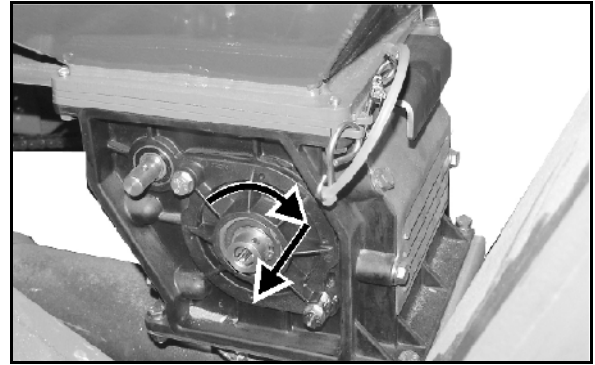

Fig. 80
4. Den Lagerdeckel (Fig. 80) verdrehen und abziehen.